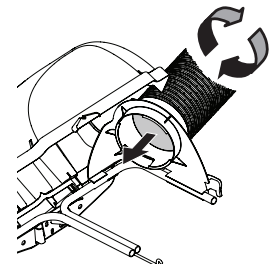

Figura 20
- Enrosque el extremo superior de la manguera firmemente en el soporte del canal superior. Hay dos lengüetas en la parte interna inferior del soporte del canal superior para permitir que se enrosque firmemente. Consulte la Figura 20.